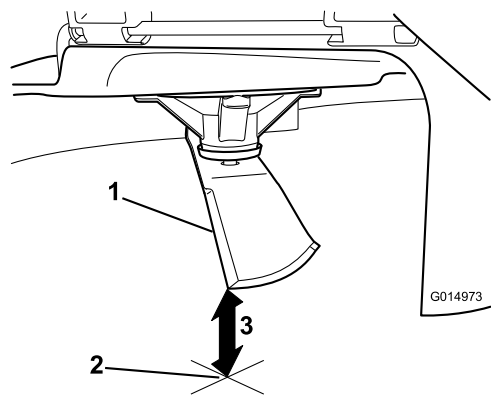

Figura 60
3. Măsurați de la vârful lamei până la suprafața plană (Figura 60).